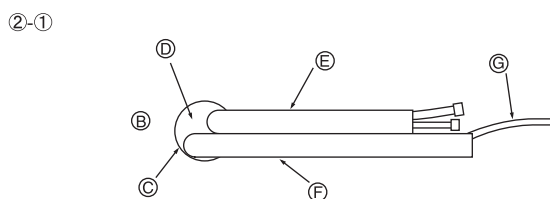

Fig. 3-5
② Tubagens do lado esquerdo e da retaguarda esquerda
②-① Para as tubagens da retaguarda esquerda, extraia os tubos do furo para determinar o seu comprimento exacto e vergue-os. A unidade interior deve ser fixada na placa de montagem na parede. (Fig. 3-5)